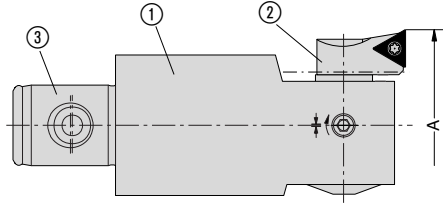

Fig. 1
- les attachements machines sont du type Wohlhaupter- **MULTI** ③ (Fig.1)